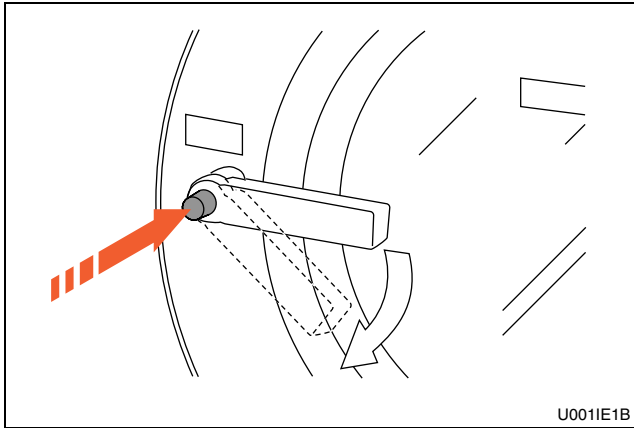

Figura 24
2. Pulse el botón y gire la palanca hacia la derecha para abrir. Consulte la *Figura 24*.